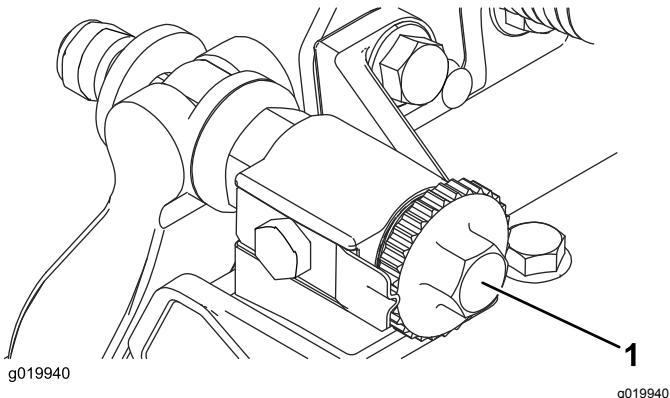

Bild 30
1. Lockern Sie den Kontakt zwischen Spindel und Untermesser, indem Sie die Einstellhandräder des Untermessers (**Bild 30**) nach links drehen, bis kein Kontakt besteht.